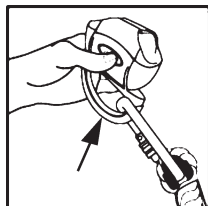
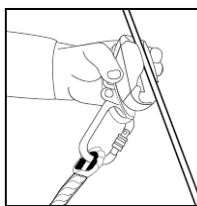
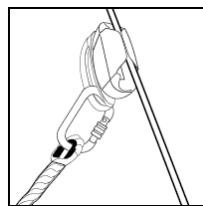

Fig. 3.4
Fig. 3.5
Fig. 3.6
Abra as semi-armações (3) do carro premindo o botão de desbloqueio (2) e empurrando o olhal de fixação (1) para cima (fig. 3.4). Prenda o carro no cabo (fig. 3.5) Liberte o botão de desbloqueio (2). As semi-armações (3) fecham automaticamente. O carro pode então mover-se livremente no cabo (fig. 3.6).
Para retirar o carro após a utilização, prima o botão de desbloqueio (2), empurre o olhal de fixação para cima (fig. 3.4) e retire o carro.